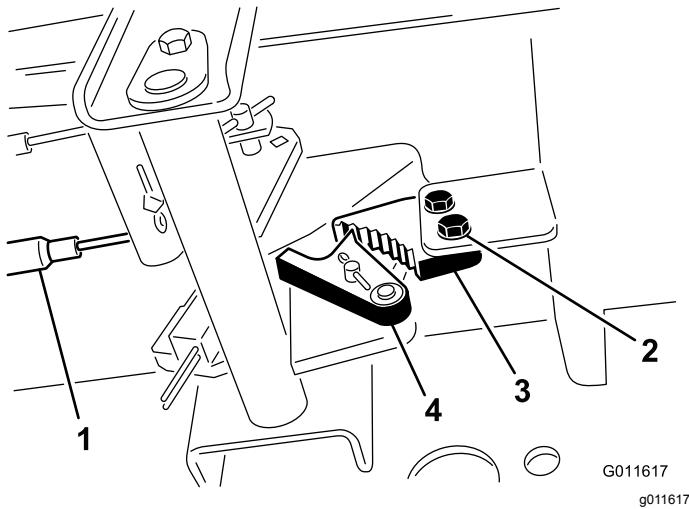

Figura 68
1. Afloje los 2 tornillos que fijan el trinquete del freno de estacionamiento al bastidor (Figura 68).
2. Pise el pedal del freno de estacionamiento hacia adelante hasta que la uña se enganche a fondo en el trinquete del freno (Figura 68).